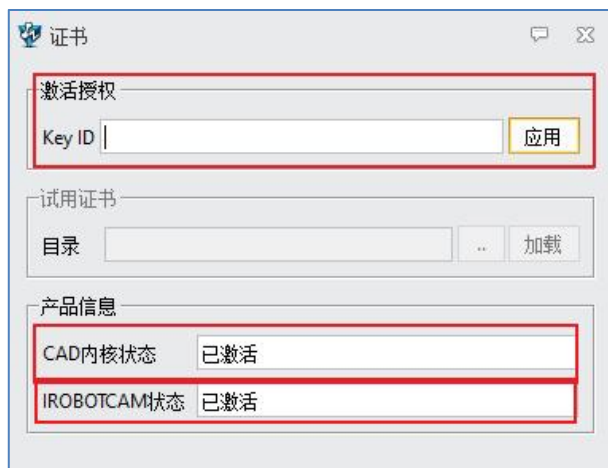

图 4-10: 证书
- **iRobotCAM 状态：**还包括三种状态：未激活、试用和已激活。当显示未激活时，表示软件的 30 天试用期已结束。输出框中有相关提示。（图 4-10）